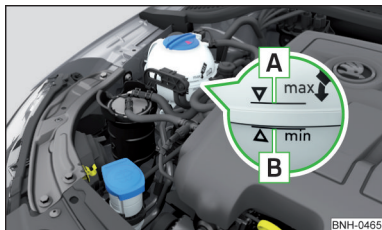

Fig. 147
La denominación del líquido refrigerante se encuentra en el depósito de compensación del líquido refrigerante » fig. 147 de la pág. 154.
- No rellenar el depósito de líquido refrigerante por encima de la marca **A** » fig. 147 de la pág. 154.
Depósito de compensación del líquido refrigerante » fig. 147
► Comprobar el nivel de líquido refrigerante en el depósito de compensación del mismo » fig. 147.
Cuando el motor está caliente, el resultado de verificación puede ser inexacto. El nivel también puede estar sobre la marca **A** » fig. 147.